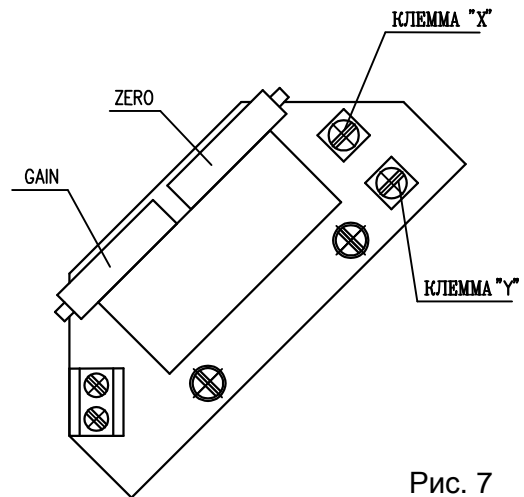

Рис. 7
4.4.1 EPV - 2-проводниковое включение (рис.7)
- Поворачиванием устанавливающего триммера GAIN (рис.7) установите величину выходного сигнала тока, измеряемого на клеммах 81-82, на величину 20 мА.
- Установите датчик сопротивления на основании инструкции в предыдущей главе так, что величину сопротивления измеряйте на клеммах X-Y (рис.7).
- Поворачиванием устанавливающего триммера ZERO (рис.7) установите величину выходного сигнала тока, измеряемого на клеммах 81-82, на величину 4 мА.